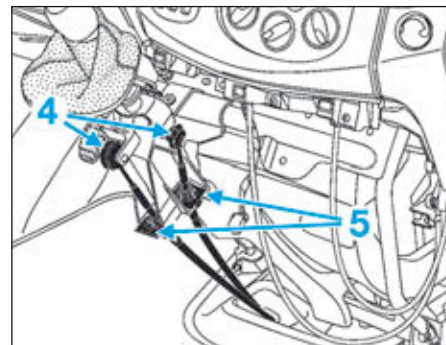

FIG.53
- Déclipper les câbles de commande sur le levier de commande au niveau des rotules d'ancrage (4) (Fig.53) à l'aide d'une clé plate et les arrêts de gaine en retirant les agrafes (5)